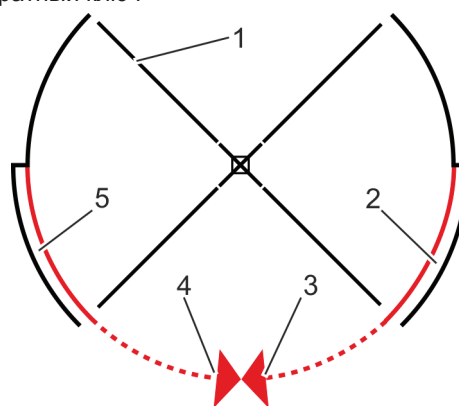

Рис. 27 Разблокировка сегментов ночного экрана (четыре створки)
Войти в карусельную дверь (рис. 27) и повернуть створки (рис. 27/1) вручную до ночного экрана (рис. 27/3 + 4).
2. Заблокировать сегменты ночного экрана (рис. 27/3 + 4) с помощью квадратного ключа.
3. Переместить сегменты ночного экрана (рис. 27/3 + 4) в боковые карманы (рис. 27/2 + 5) до конца.
4. Заблокировать сегменты ночного экрана (рис. 27/2 + 5) с помощью квадратного ключа.